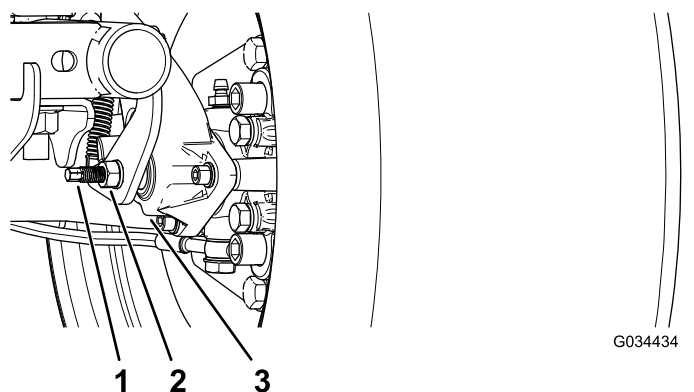

图 59
3. 使用 2 个扳手用 1 个扳手控制住制动盘上的调节杆用另一个扳手将锁紧螺母拧松 1/4 圈 图 59。
4. 在将调节杆和锁紧螺母固定在位的同时旋入调节杆直至旋紧 图 59。
5. 在将调节杆和锁紧螺母固定在位的同时向回倒旋 1/4 圈 图 59。
6. 在将调节杆和锁紧螺母固定在位的同时拧紧锁紧螺母 图 59。